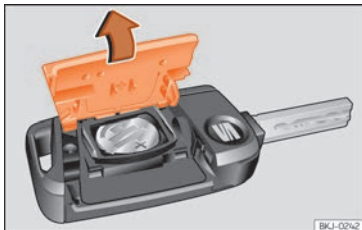

Abb. 133 Fahrzeugschlüssel: Deckel des Batteriefachs öffnen.
- Abdeckung auf der Rückseite des Fahrzeugschlüssels »» **Abb. 133** in Pfeilrichtung abnehmen »» ⚠.
- Abdeckung wie gezeigt ansetzen »» **Abb. 133** und entgegen der Pfeilrichtung auf das Fahrzeugschlüsselgehäuse drücken, bis sie einrastet.